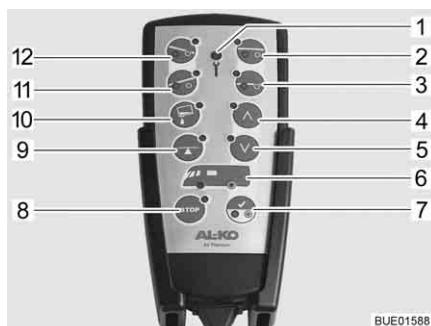

Fig. 16 Telecomando (sospensione pneumatica)
- Avviare l'accensione. La spia di controllo (Fig. 16,1) si accende brevemente.
Se entrambi i LED degli assi (Fig. 16,6) sono accesi, il veicolo si trova sul livello di marcia.